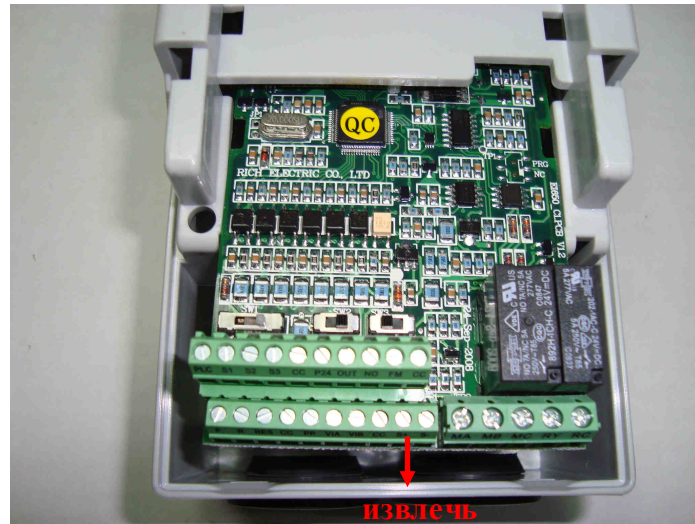

Рис. 6.9
6.4.3. Нажать на нижнюю часть платы ЦП (рис. 6.8.) и извлечь ее со стороны лицевой панели (рис. 6.9). Положить плату в тару.